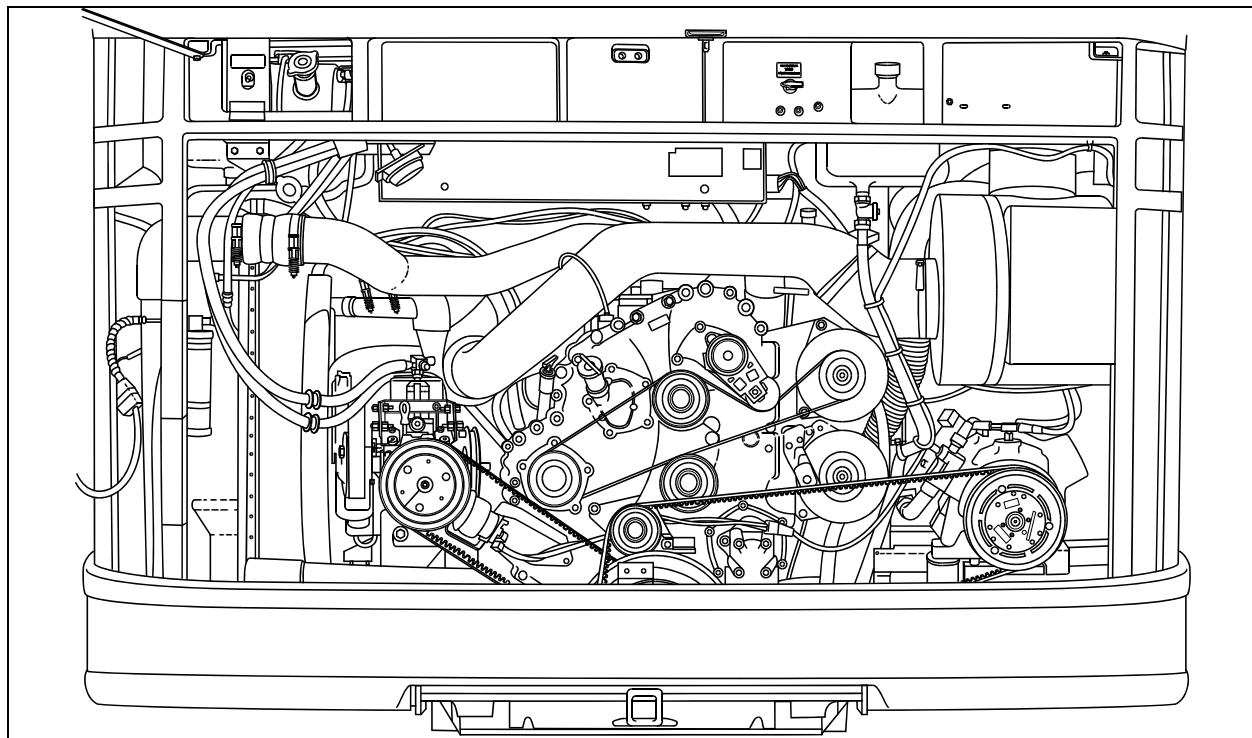

FIGURE 31: COURROIE DE RÉPARATION D'URGENCE SUR L'ALTERNATEUR DU HAUT
5. Relâcher le tendeur à ressort. Se référer à la figure 31.